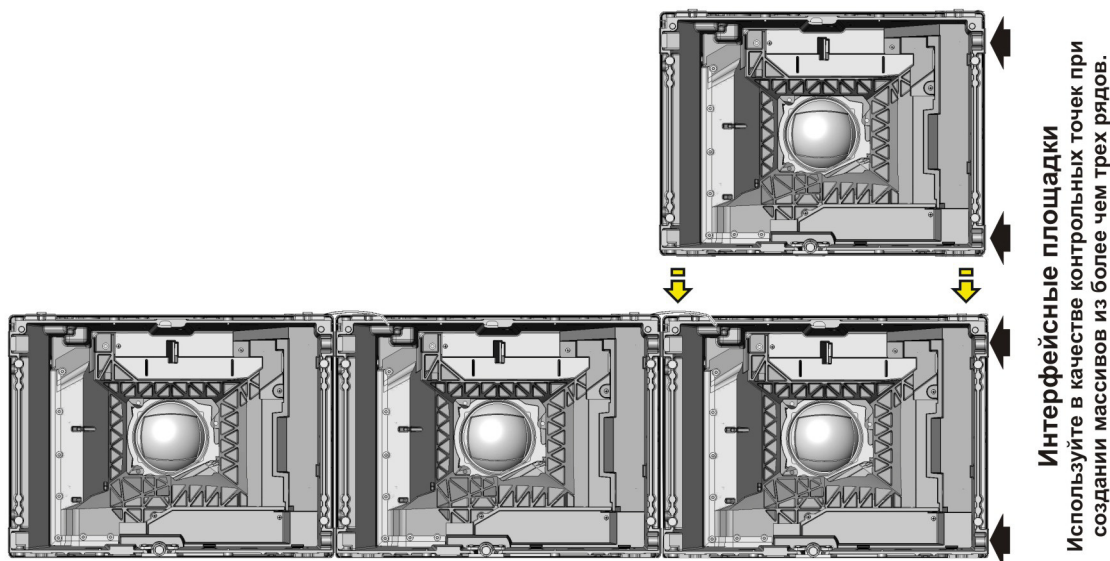

Рис. 2-8 Сборка второго ряда
2. Поместите ячейку сверху на первую ячейку нижнего ряда (Рис. 2-8) и задвиньте ее таким образом, чтобы выровнять ее передний край с передним краем нижестоящей ячейки.
7. Приложите длинную линейку к 4 интерфейсным площадкам на боковой поверхности, чтобы убедиться, что верхняя и нижняя ячейка выровнены правильно (Рис. 2-8). При необходимости измените положение верхней ячейки или первого ряда, добившись правильного выравнивания.